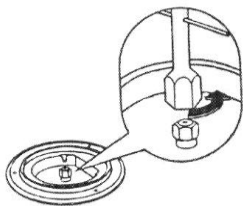

Рис. 2. Замена сопла горелки верхнего стола с помощью ключа 7 мм.
- Используя торцевой трубчатый ключ размером 7 мм заменить сопла согласно Табл. 1(Рис. 2).